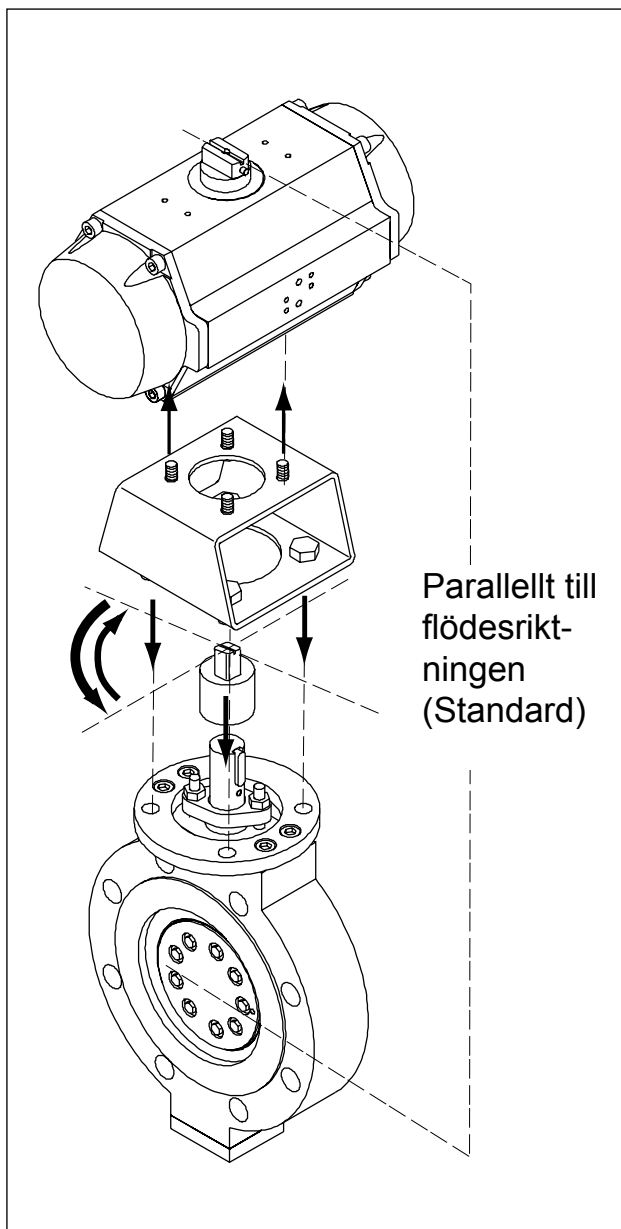

Bild 6 Uppbyggnad av en drivning på armaturen
- Lossa alla förbindelser till styrningen, lossa förbindelseskruvarna till fästflänsen och montera bort drivningen från armaturen. Se bild 6 i föregående avsnitt 9.1.